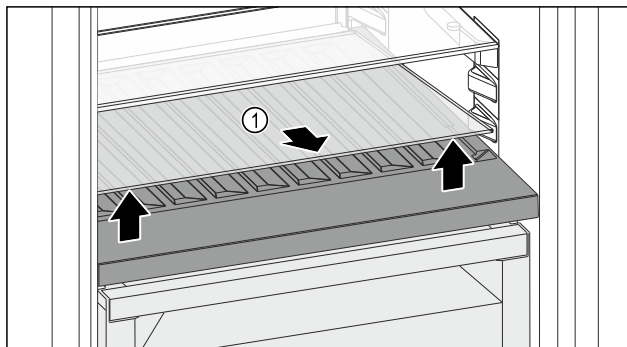

Fig. 142
- ▶ Lyft glasskivan *Fig. 142 (1)* i urspringen framtill och ta ut den.
- ▶ Förvara glasskivan *Fig. 142 (1)* säkert utanför skåpet.